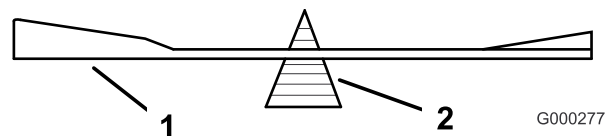
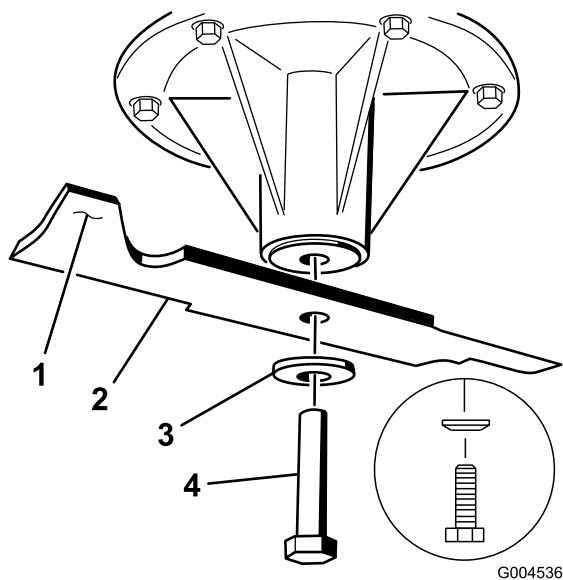

Figure 94
Figure 95
2. Vérifiez l'équilibre de la lame en la plaçant sur un équilibreur (Figure 94). Si la lame reste horizontale, elle est équilibrée et peut être utilisée. Si la lame est déséquilibrée, limez un peu l'extrémité de la partie relevée seulement (Figure 95). Répétez la procédure jusqu'à ce que la lame soit équilibrée.
1. Placez la lame sur l'axe (Figure 95).
2. Installez la rondelle élastique et le boulon de la lame (dans le sens horaire). Le côté bombé de la rondelle élastique doit être dirigé vers la tête du boulon (Figure 95). Serrez le boulon à un couple de 115 à 150 Nm (85 à 110 pi-lb).